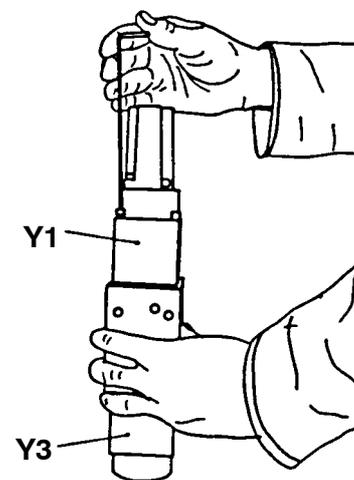

Abb. 4
14. Hubmagnet (Y1) abschrauben (Abb. 4).